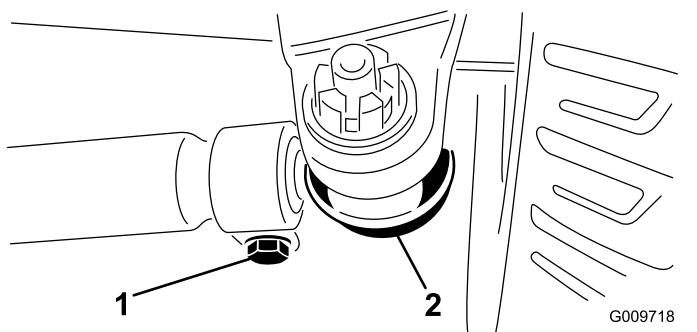

Figura 44
- Para ajustar, retire la chaveta y la tuerca de cualquiera de las articulaciones esféricas de la biela (Figura 44). Retire la articulación esférica de la biela del soporte del eje.
- Afloje las abrazaderas en ambos extremos de las bielas (Figura 44).
- Gire la articulación esférica retirada hacia dentro o hacia fuera una (1) revolución completa. Apriete la abrazadera en el extremo suelto de la biela.
- Gire el conjunto completo de la biela en el mismo sentido (hacia dentro o hacia fuera) una (1) revolución completa. Apriete la abrazadera en el extremo conectado de la biela.